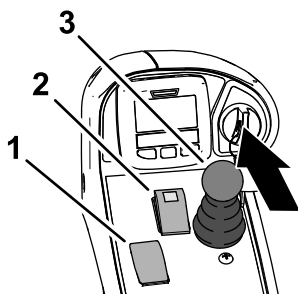

Figura 44
2. Asegúrese de que el mando de la TDF está en la posición de DESENGRANAR (Figura 44).